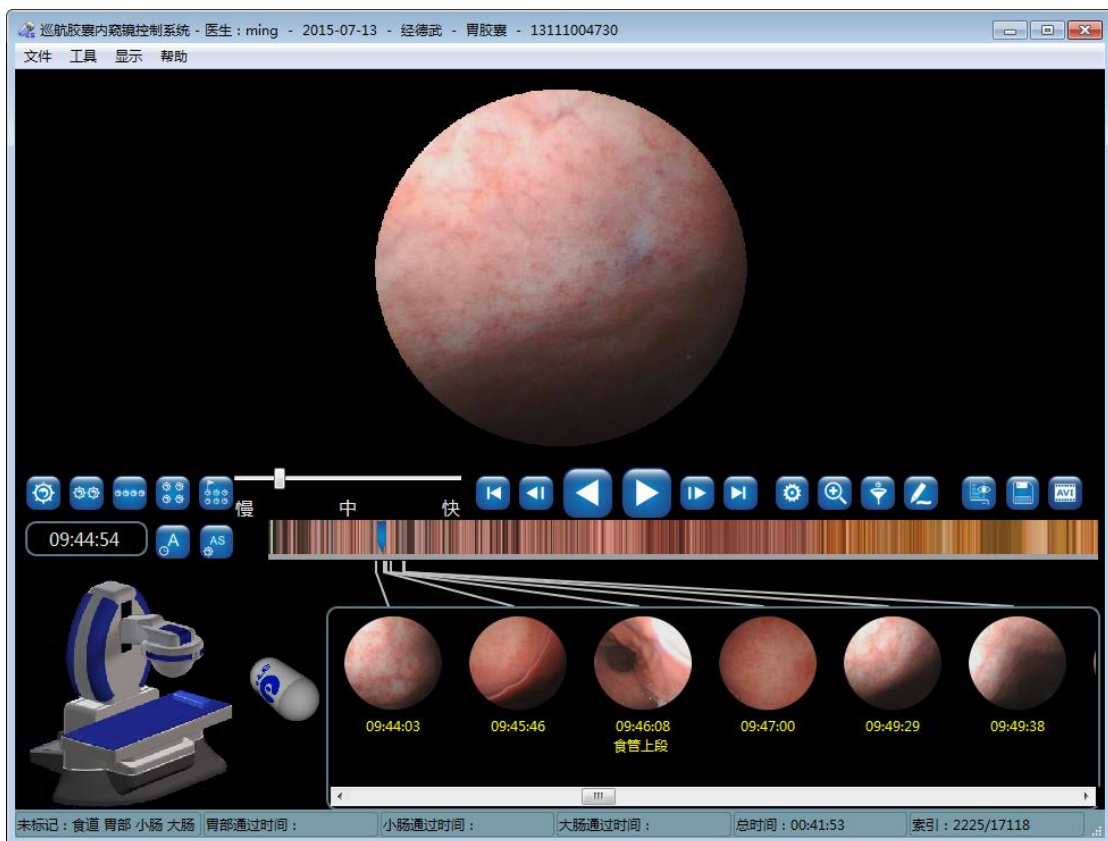

图 4-53 载入图像数据界面
2. 打开文件类型为*.acpi 的文件，软件自动载入该文件夹下的图像数据，进入图 4-53 载入图像数据界面。